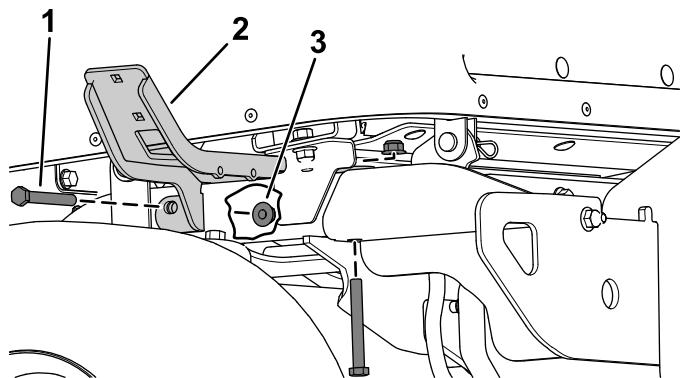

Figura 22
2. Fije el bastidor izquierdo y el bastidor derecho a los tubos del bastidor trasero con 2 pernos de cabeza hexagonal ( $\frac{3}{8}'' \times 2\frac{3}{4}''$ ) y 2 contratuerzas ( $\frac{3}{8}''$ ) a cada lado (Figura 22).